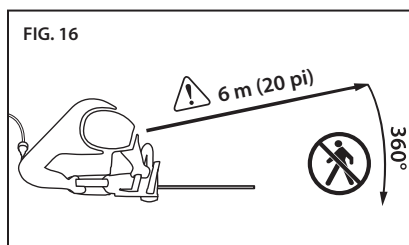

FIG. 16
*La zone de sécurité des observateurs est un cercle de 6 m (20 pi) autour de l'opérateur, dans lequel aucun observateur, enfant, ni animal ne doit se trouver (Fig. 16). Les opérations d'abattage nécessitent une zone de sécurité plus grande selon la dimension de l'arbre ; voir la section « Abattage d'un arbre ».*
- Veillez à ce que les observateurs ou les aides se trouvent à une distance sûre des branches qui tombent. Les observateurs ou les aides ne doivent pas se tenir directement devant ou derrière l'opérateur. Voir la Fig. 16.